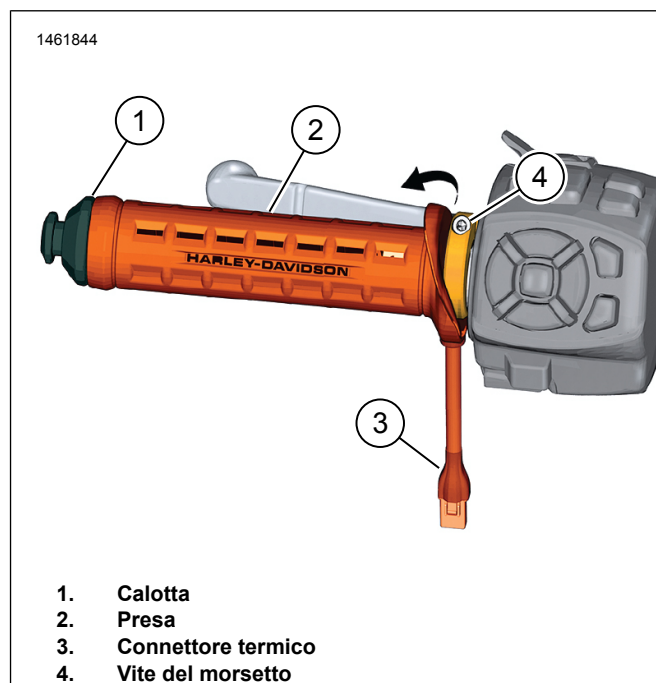
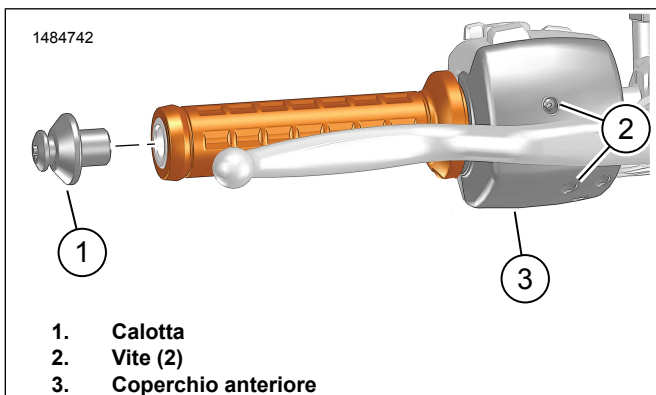

Figura 2. Manopola sinistra (tipica)
Figura 4. Coperchio posteriore (lato destro)
1. Vedere la figura 2. Rimuovere il terminale (1).
2. Vedere la figura 2. Estrarre la manopola (2).
- a. Allentare la vite del morsetto (4).
- b. Vedere la figura 4. Rimuovere il coperchio anteriore (3).
2. Vedere la figura 4. Rimuovere il coperchio anteriore (3).
1. Vedere la figura 2. Installare la manopola.
- a. Collocare la manopola (2) in posizione.
- b. Stringere la vite del morsetto (4).
3. Vedere la figura 4. Collegare la manopola riscaldata.
- b. Vedere la figura 4. Collocare in posizione il coperchio anteriore (3).
- c. Serrare le viti (2). 0,6–0,9 N·m (5–8 **in-lbs**)
2. Vedere la figura 2. Installare il terminale (1). Serrare.
4. Vedere la figura 4. Collocare in posizione il coperchio anteriore (3).
5. Serrare le viti (2).